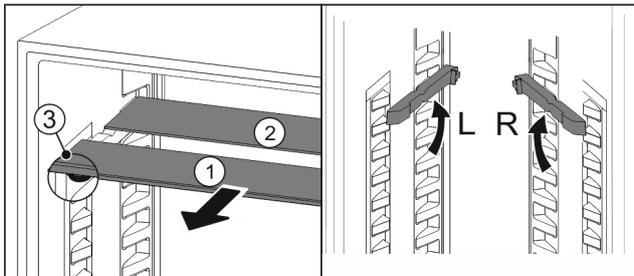

Fig. 92
- ▶ Izvucite Fig. 92 (1) staklene ploče jednu po jednu prema naprijed.
- ▷ Staklena ploča Fig. 92 (1) s ukrasnom letvicom nalazi se sprijeda.
- ▷ Zaustavljači Fig. 92 (3) su usmjereni prema dolje. Uređaji sa zamrzivačem.*